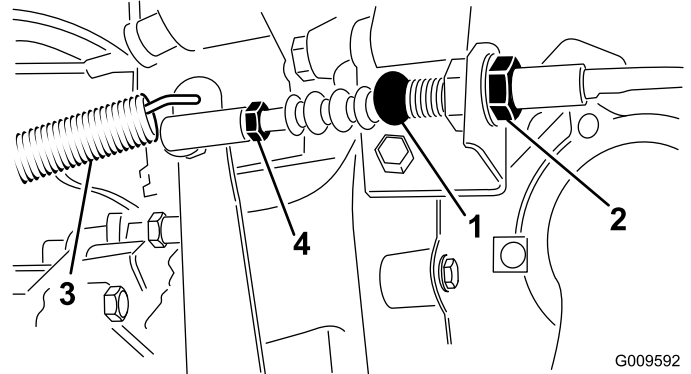

Figura 58
1. Afloje las contratuercas que fijan el cable del embrague al soporte de la carcasa (Figura 58).